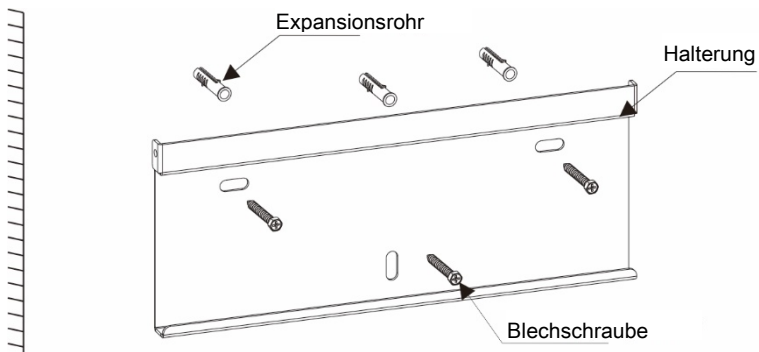
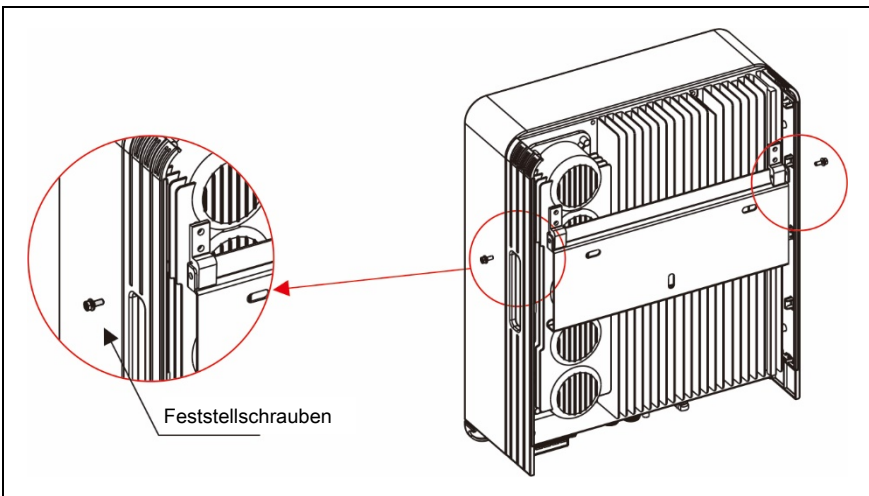

Abbildung 4.4 Wandmontage des Wechselrichters
Abbildung 4.5 Wandmontagehalterung
Hinweise zur Montage des Wechselrichters finden Sie in Abbildung 4.4 und Abbildung 4.5. Der Wechselrichter ist vertikal zu montieren. Die Schritte zur Montage des Wechselrichters sind unten aufgeführt:
2. Vergewissern Sie sich, dass die Halterung waagrecht liegt und die Montageöffnung (wie in Abbildung 4.4 dargestellt) richtig markiert ist, und schlagen Sie das Dehnungsrohr mit einem Hammer in die Wand.
Heben Sie den Wechselrichter an (achten Sie darauf, den Körper nicht zu belasten), und richten Sie die hintere Halterung des Wechselrichters auf den konvexen Teil der Montagehalterung aus. Hängen Sie den Wechselrichter in die Halterung ein und vergewissern Sie sich, dass der Wechselrichter fest sitzt (siehe Abbildung 4.5).